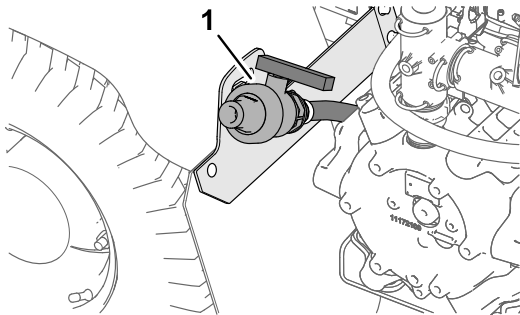

Figura 86
2. Localice la válvula de vaciado del depósito, situada en el guardabarros trasero izquierdo de la máquina (Figura 86).